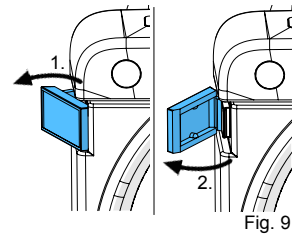

Fig. 9
- Ouvrir les fermetures de porte (Fig. 9).
- Retirer la clé six pans mâle (22) de son support.
- Enlever le capuchon (15).
- Desserrer la vis de fixation (16) et retirer le disque de meulage.
- Mettre en place un disque de meulage neuf dans les goupilles de blocage (17).
- Ouvrir les fermetures de porte (Fig. 9) et retirer la porte du taille-plâtre.
- Visser l'outil de desserrage (11) dans la bride de support (23) jusqu'à ce que la bride de support se détache de l'arbre.